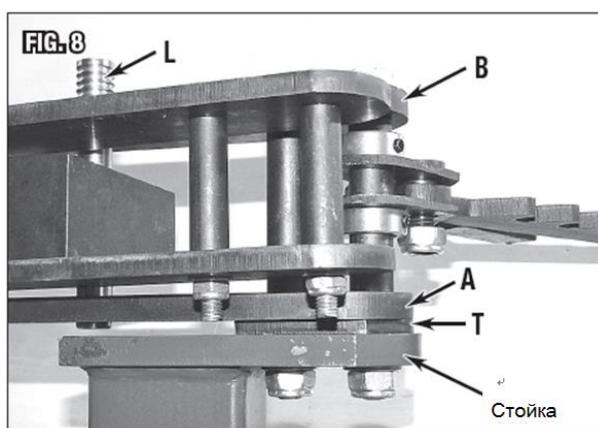

Рис. 8
3. При монтаже, распорная пластина (Т) должна быть расположена между нижней пластиной рамы (А) и монтажной поверхностью. Это необходимо для того, чтобы обеспечить полный проход направляющего штифта через пластины (Рис. 8).
4. Проверка выравнивания: Временно вставить направляющий штифт (L) $\text{Ø}7/8'' \times 6-3/4''$ [$\text{Ø}22 \times 172$ мм] в отверстия $\text{Ø}22,5$ в обеих пластинах рамы, чтобы выровнять их. Затянуть оба болта М12 и гайки затем снять направляющий штифт (Рис. 8).